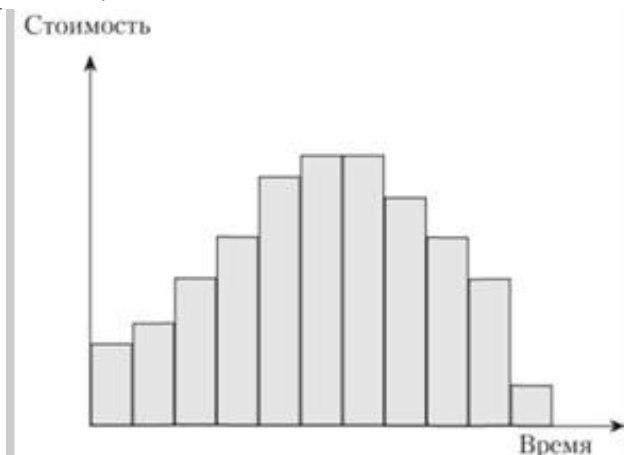

Рис. 1. Графическое представление стоимости проекта
**Задание 5.** Оформить графическое представление стоимости проекта по образцу рис. 1.